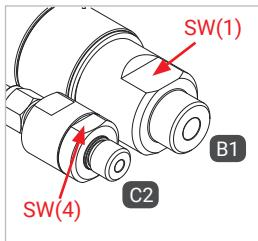
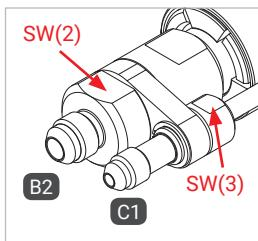

Abbildung 3
Abbildung 4
- ▶ Halten Sie beim Montieren des Füll- und Rückföhrschlauches, der Medienleitung und der Gasrückführung an die Anschlüsse „B1“, „B2“, „C1“ und „C2“ an den Schlüsselflächen SW(1), SW(2), SW(3) und SW(4) (*Abbildung 3* und *Abbildung 4*) mit einem Gabelschlüssel gegen.
- ▶ Verschrauben Sie die Betriebsmedienzuleitung „B1“ druckdicht mit der Medienleitung der Tankstelle (*Abbildung 3*). Anzugsdrehmoment siehe untenstehende Tabelle.
- ▶ Verschrauben Sie, falls vorhanden, die Gasrückführung „C2“ druckdicht mit der Gasrückführung der Tankstelle (*Abbildung 3*). Anzugsdrehmoment siehe untenstehende Tabelle.
- ▶ Verschrauben Sie die Betriebsmedienableitung „B2“ druckdicht mit dem Anschluss des Füllschlauches (*Abbildung 4*). Anzugsdrehmoment siehe untenstehende Tabelle.
- ▶ Verschrauben Sie, falls vorhanden, die Gasrückführung „C2“ druckdicht mit dem Anschluss des Rückföhrschlauches (*Abbildung 4*). Anzugsdrehmoment siehe untenstehende Tabelle.